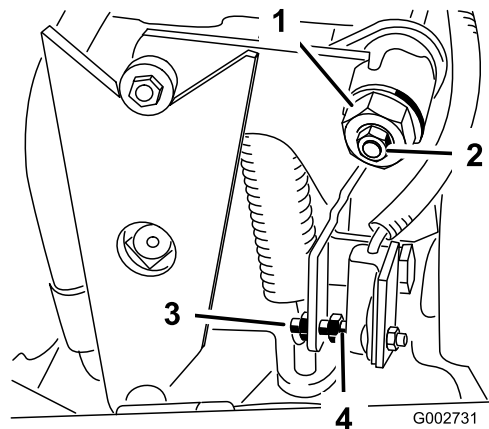

Figura 21
4. Afloje la contratuerca de la leva de ajuste de tracción (Figura 21).
5. Arranque el motor y gire el eje hexagonal de la leva (Figura 21) en ambos sentidos para determinar la posición intermedia de la sección de punto muerto.
3. Ajuste el tornillo hasta que el hueco sea de $1,5 \text{ mm} \pm 0,8 \text{ mm}$ (Figura 21).